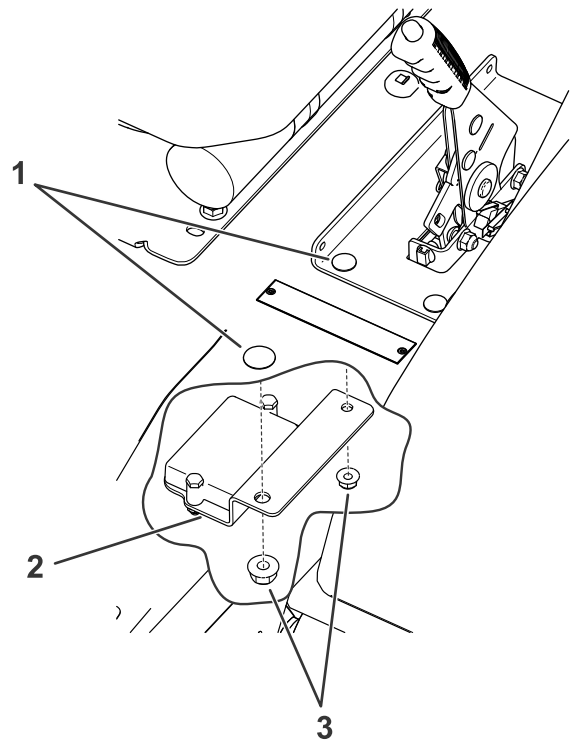

Рисунок 3
5. Отверните гайки, показанные на Рисунок 3.
6. Прикрепите монтажный кронштейн к машине, используя болты и гайки (Рисунок 3).